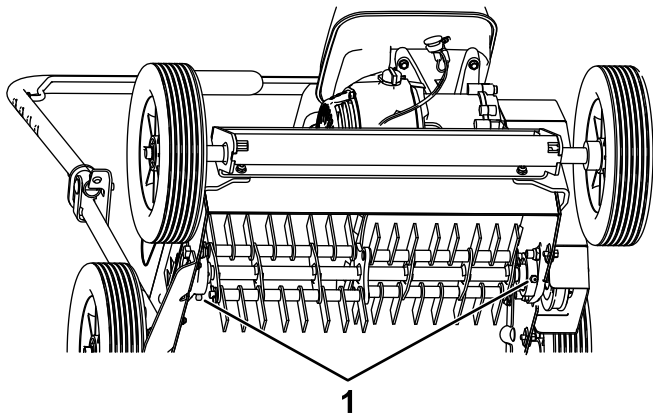

Figura 14
3. Lubrique los engrasadores debajo de la carcasa con una pistola de engrasar y grasa del tipo especificado (Figura 14).